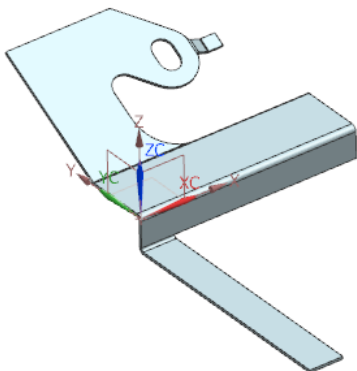

图 4-128 创建弯边特征 2
(6) 在“弯边”对话框中，单击 **应用** 按钮，创建弯边特征 2，如图 4-128 所示。